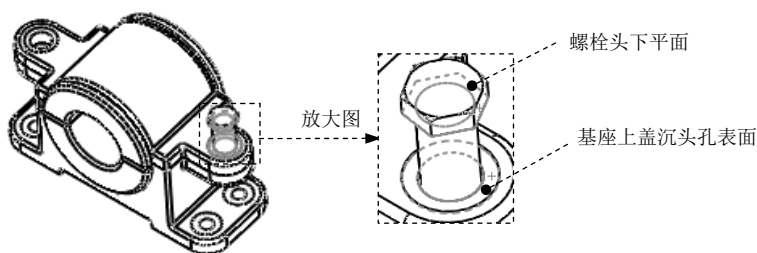

图 7.11.18 选取重合面
③ 添加“重合”配合。选取如图 7.11.18 所示的两个面为重合面。